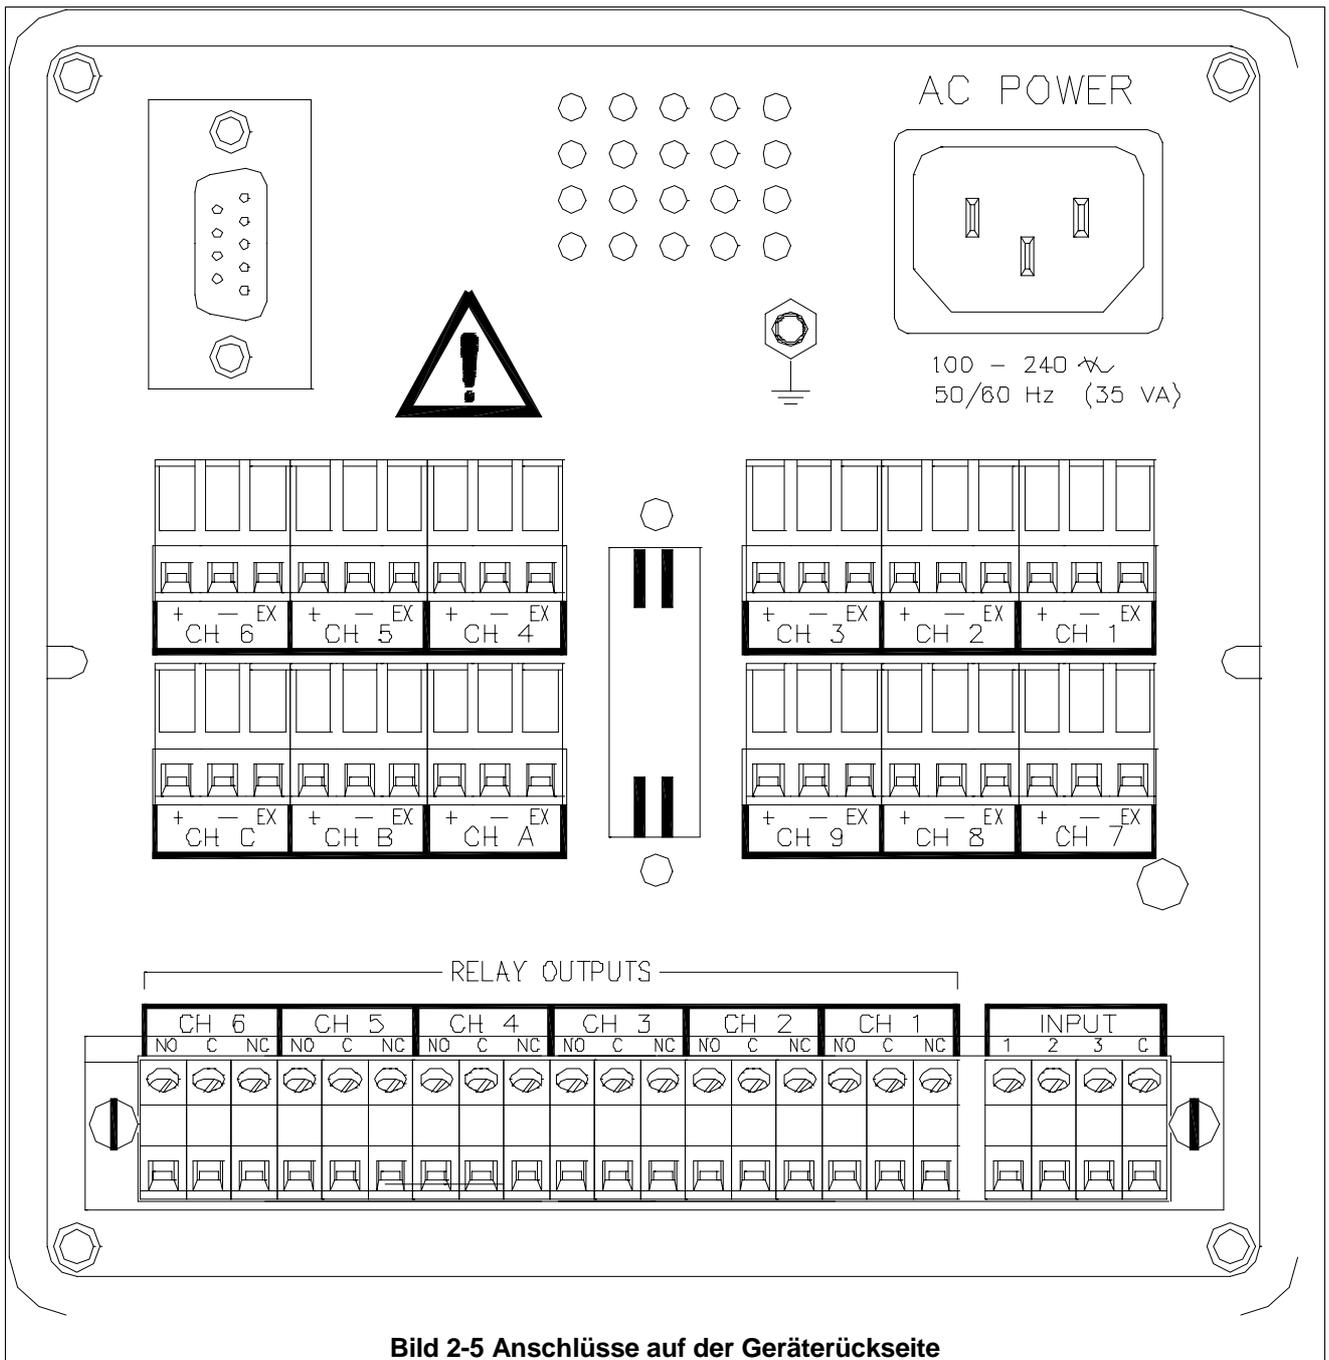

Bild 2-5 Anschlüsse auf der Geräterückseite
2.3.2 Netzanschluß. Alle Anschlüsse an den Schreiber werden über die Gehäuserückseite hergestellt (Bild 2-5). Kabel, die gefährliche Spannungen führen, müssen den jeweiligen nationalen Sicherheitsvorschriften entsprechen. Der Anschluß an das Wechselspannungsnetz wird über einen Stecker hergestellt.